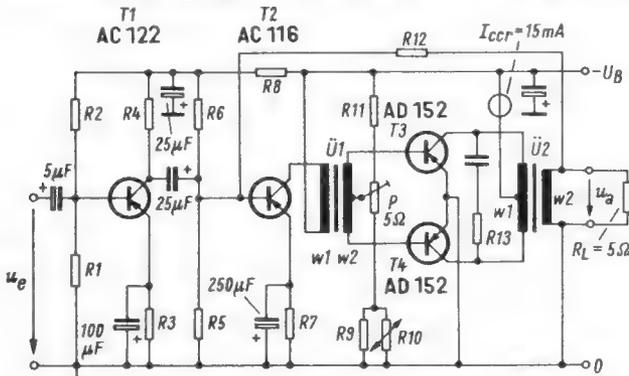

Bild 1. Gegentakt-B-Verstärker
Diese Verstärker sind für eine Batteriespannung von 15 V und einen Lautsprecherwiderstand  $R_L = 5 \Omega$  dimensioniert. Die Schaltung nach Bild 1 enthält keine Besonderheiten gegenüber bekannten Schaltungen mit Treiber- und Ausgangsübertrager.
Bei beiden Verstärkern ist die Vorstufe mit einem Transistor AC 122, die Treiberstufe mit dem Typ AC 116 und die Endstufe mit zwei Leistungstransistoren AD 152 bestückt. Der Kollektorruehstrom der Endstufentransistoren wird mit dem Einstellpotentiometer P auf  $I_{CCR} \approx 15 \text{ mA}$  eingestellt. In Bild 2 und 3 sind die Empfindlichkeit und der Klirrfaktor beider Verstärker in Abhängigkeit der Sprechleistung dargestellt. In der Tabelle 1 sind einige Eigenschaften der Verstärker sowie die Dimensionierungswerte nach Bild 1 zusammengestellt. Die Tabellen 2 und 3 enthalten die
**Tabelle 1. Werte für die Schaltung Bild 1**